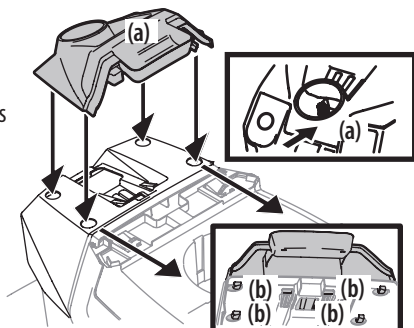

Figure 8
1. Pour installer le couvercle du tableau de bord (a), alignez les pattes (b) du couvercle (a) avec les trous sur la partie supérieure du tableau de bord. Voir Figure 8.
2. Glissez les pattes (b) dans les trous de la partie supérieure et pressez sur le couvercle pour les enclencher. Voir Figure 8.